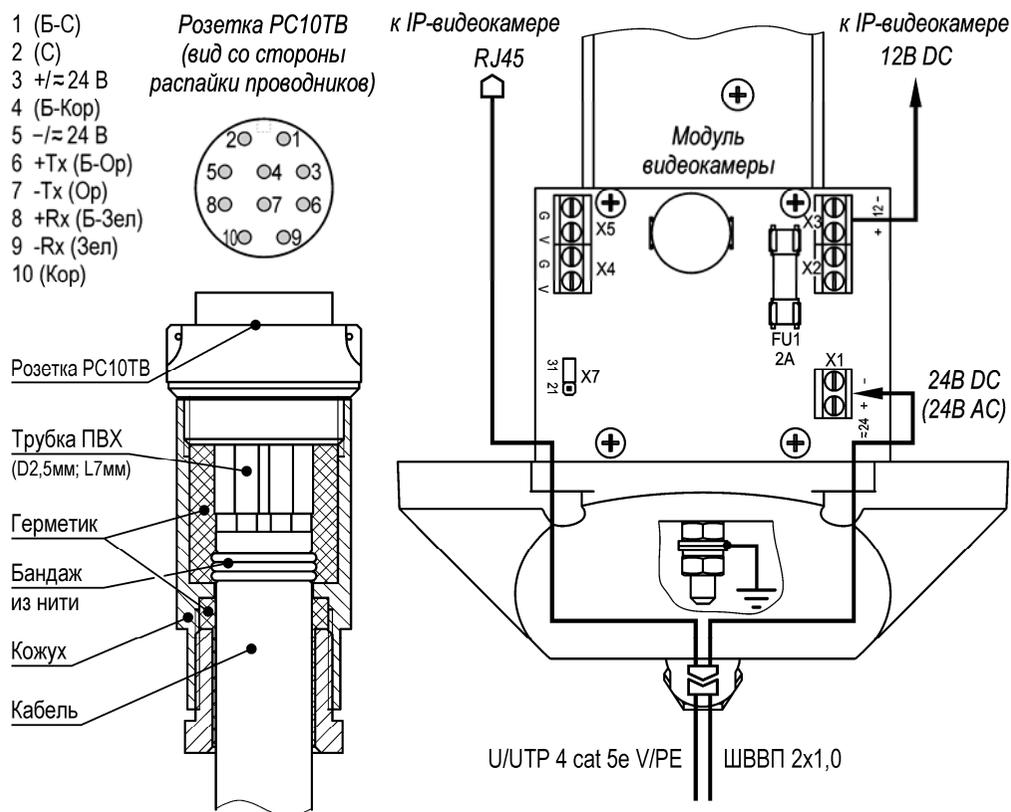

Рис.2 Распайка разъема PC10TV и схема подключения IP-видеокамеры
1. Распаять ответную часть разъема PC10TV согласно требованиям к электромонтажу в соответствии с рис.2. После распайки разъем заполнить герметиком кремнийорганическим.
5. При необходимости изменить мощность обогрева, выкрутить 4 винта крепления задней крышки гермобокса, выдвинуть модуль видеокamеры из кожуха и установить джампер X7 в нужное положение (рис.2). Установить модуль видеокamеры обратно в кожух. Закрутить 4 винта крепления задней крышки с усилием $5\pm 0,5\text{Нм}$.
Предприятием изготовителем джампер Х7 установлен в положение «31» - мощность обогрева 31 Вт, для изменения мощности на 21 Вт джампер Х7 необходимо переставить в положение «21» (см. рис.2).